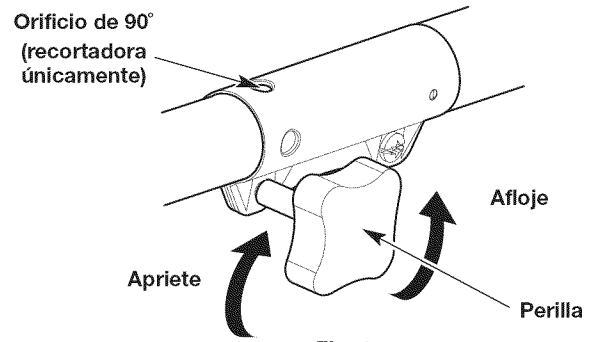

Fig. 4
3. Gire la perilla en el sentido contrario a las agujas del reloj para aflojar el acoplador (Fig. 4).
6. Gire la perilla en el sentido de las agujas del reloj para apretar el acoplador (Fig. 4).
NOTA: Para un reborde decorativo con un accesorio de recorte, trabaje el botón de liberación en el orificio de 90° (Fig. 4).
2. Gire la perilla en el sentido contrario a las agujas del reloj para aflojar el acoplador (Fig. 4).